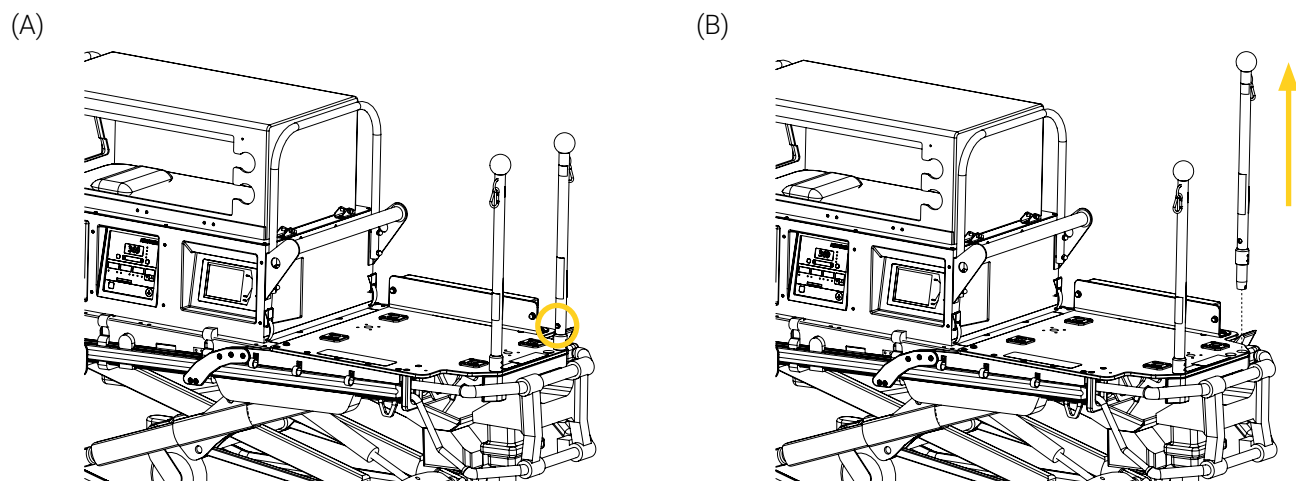

Figure 1: Retrait de la barre de poussée endommagée
1. Appuyer sur le bouton à déclenchement rapide de la barre de poussée pour la retirer de son support (Figure 1). La barre de poussée ne sera **pas** réutilisée. Consulter vos protocoles internes établies et les lois environnementales applicables dans votre juridiction pour disposer de la pièce conformément.